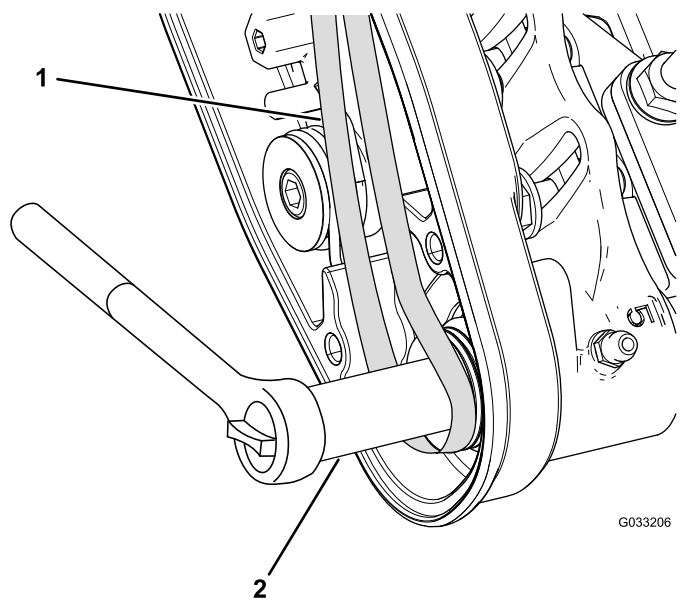

图14
- 启动从动皮带轮上的皮带 图14。
- 使用深套管9/16 英寸旋转滚筒刷组件并把皮带引入从动皮带轮 图14。